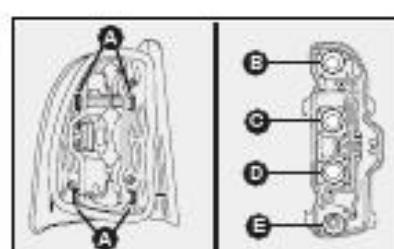

fig. 46
4) pressionar levemente as orelhas **A**-fig. 46 de bloqueio do soquete e retira-lo da lente da lanterna;